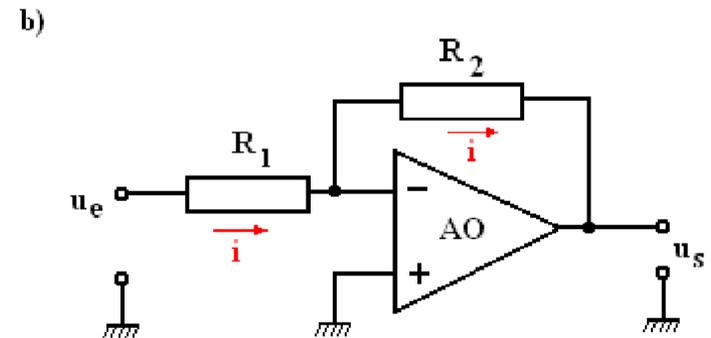

Fig.9.3
- **Suiveur non inverseur** – fig.9.3 a).
- **Amplificateur inverseur** – fig.9.3 b)